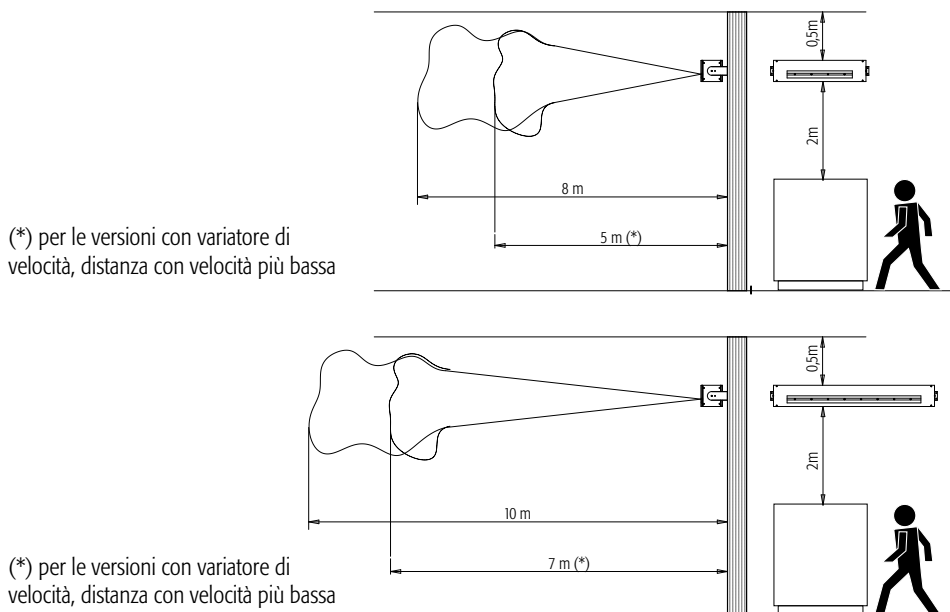

Fig. 16
N.B.: Nella Fig. 16 vengono evidenziati gli spazi di installazione necessari in ambienti con temperatura di 20 °C e umidità relativa del 50 %.